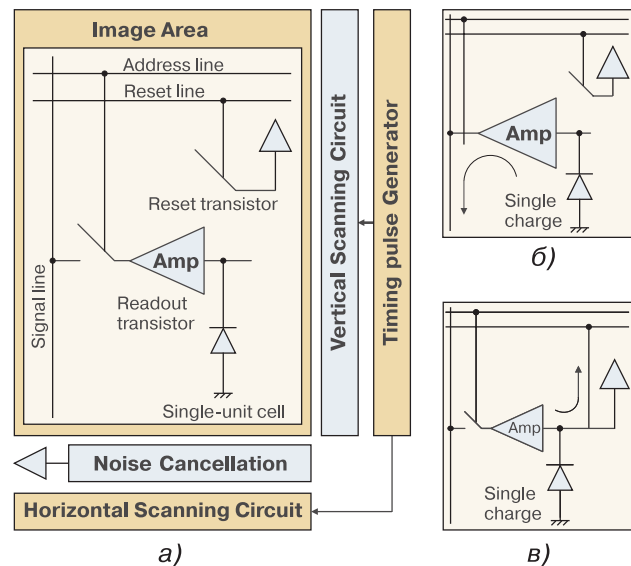

Рис. 1. Структурная схема светочувствительной ячейки (а) и состояние ячейки в фазе чтения (б) и сброса (в)
Формат матрицы изображения (array format) – количество светочувствительных элементов (пикселей) по вертикали (V) и горизонтали (H). Этот параметр характеризует разрешающую способность датчика. В таблице 1 приведены обозначения наиболее распространенных форматов датчиков изображения. Часто для этого параметра используется термин разрешение, что не совсем корректно, поскольку под термином разрешение понимается способность человеческого глаза или прибора различать отдельные линии. Для измерения уровня черного используются пиксели, которые располагаются по краям матрицы. Эти светочувствительные элементы защищены специальной маской, предотвращающей попадание на них света. Структурная схема светочувствительной ячейки приведена на рис. 1.
Shared Floating Diffusion – этот термин относится к названию архитектуры построения светочувствительных ячеек матрицы датчика (рис. 1). В данной архитектуре все фотодиоды пикселей в строке матрицы подключены к общему затвору полевого транзистора, с которого считывается сигнал. Использование общего затвора позволяет снизить площадь, занимаемую каждым светочувствительным элементом на кристалле датчика, в результате чего увеличивается коэффициент заполнения (т.е. увеличивается число пикселей на единицу площади активного окна матрицы).